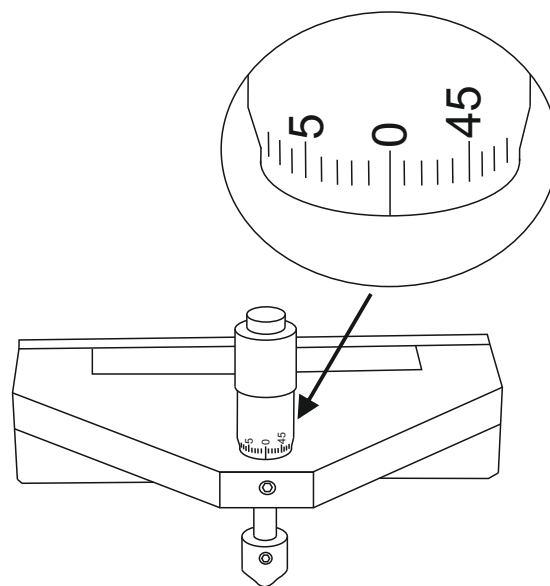

Figure 1
- 2 Réglez le micromètre à 0 (Figure 1).